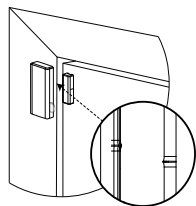

Figura 3: Device and magnet position on door and door frame
2. Posicione o dispositivo na estrutura de uma janela ou porta e o ímã na superfície móvel da porta ou da janela em si, alinhadas de acordo com as marcações de local. Veja a Figura 3.
3. Aparafuse a base do ímã na porta, alinhando-a com o receptor. Veja a Figura 3.